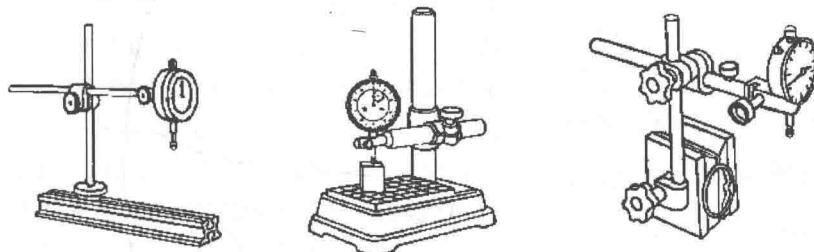

图 1-9 安装在支架上的百分表
(1) 使用前，应检查测量杆活动的灵活性。即轻轻推动测量杆时，测量杆在套筒内的移动要灵活，没有任何卡现象，且每次放松后，指针能回复到原来的刻度位置。
(2) 使用百分表时，必须把它固定在可靠的夹持架上（如固定在万能表架或磁性表座上，如图1-9所示），夹持架要安放平稳，以免使测量结果不准确或摔坏百分表。